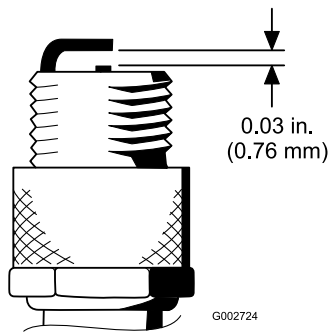

图27
- 将中心电极与侧电极之间的间隙设置为 0.76mm 请参阅图27。安装已设定正确间隙、带密封垫片的火花塞并将火花塞拧紧至 23N·m。如果没有使用扭矩扳手请牢固拧紧火花塞。